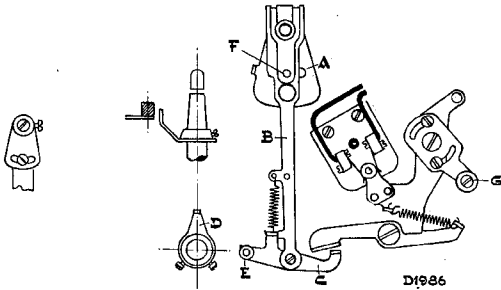

Fig. 2
**Principe en afregeling van de automatische rem.** Wanneer de naald naar het midden van de plaat gaat, beweegt de opnemer de frictieplaat A (zie fig. 2) welke door middel van een veer met wrijvingsblokje de groote hefboom B en de tuimelaar C meeneemt.